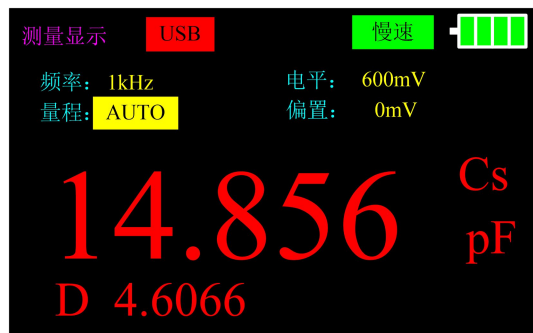

图 18
2. 按[AUTO/R/C/L/Z]键，直到界面上显示 Cs 以选择电容测量，如图 18 所示；